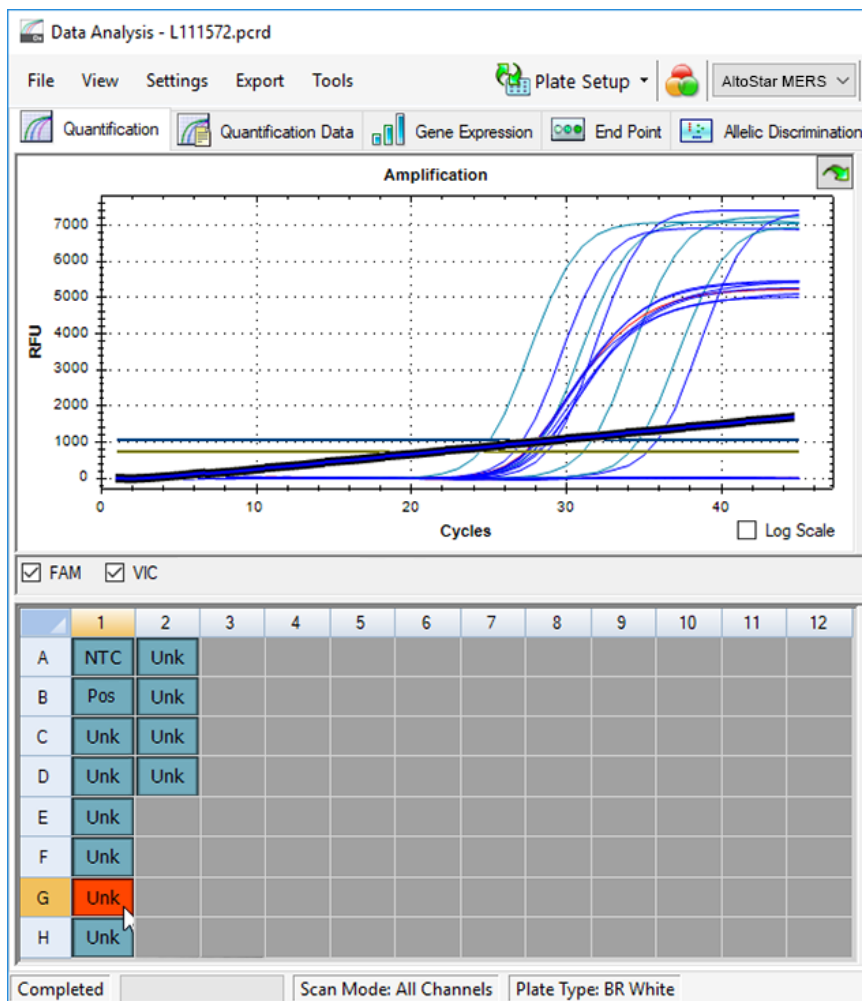

Figura 6: Finestra Data Analysis (Analisi dei dati): segnale PCR irregolare
2. Identificare i pozzetti con segnali PCR irregolari (aumento del segnale lineare, picchi anomali, ecc.) in uno qualsiasi dei canali di rilevamento FAM™ [MERS-CoV (rispettivamente target upE + N gene e orf1a)] e VIC™ (IC) (vedere figura 6).